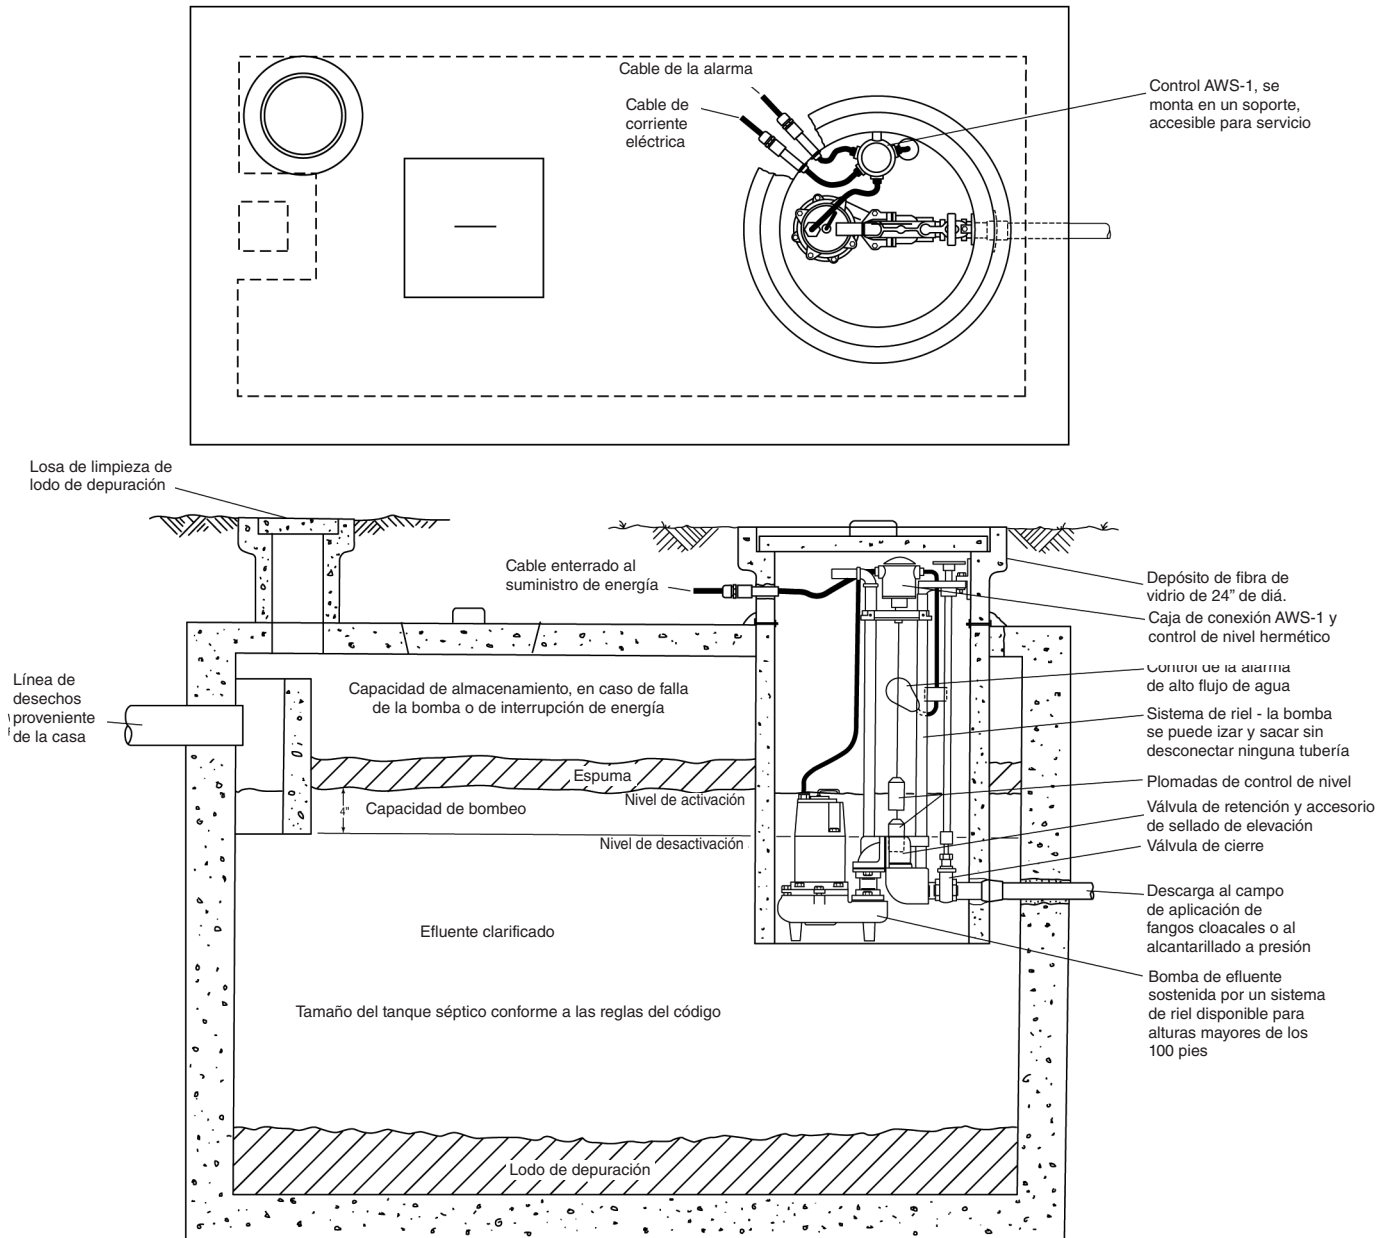

FIG. 7
**Fig. 7 Bomba y controles instalados directamente en el tanque séptico se usan cuando se bombea en un alcantarillado principal a presión o en un campo de aplicación de fangos cloacales**